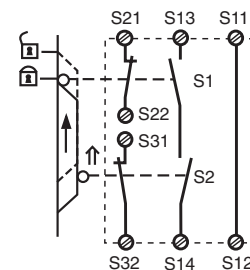

Fig. 7: Control de puerta protectora bicanal, rearme automático/Controllo bicinale riparo mobile, start automatico/Tweekanalige hekbewaking, automatische start
- Fig. 7: Rearme automático para el control de puerta protectora: El dispositivo está preparado para rearmarse con la puerta de protección abierta por medio del circuito de rearme S13-S14. Después de cerrarse los circuitos de entrada S11-S12, S21-S22 y S31-S32 se cerrarán los contactos de seguridad.
- Fig. 7: start automatico per controllo ripari mobili: Con riparo mobile aperto, il dispositivo è pronto per lo start attraverso il circuito di start S13-S14. Dopo la chiusura dei circuiti di ingresso S11-S12, S21-S22 e S31-S32 i contatti di sicurezza vengono chiusi.
- Fig. 7: Automatische start bij hekbewaking: Het apparaat is bij geopend hek via het startcircuit S13-S14 startklaar. Na sluiten van de ingangscircuits S11-S12, S21-S22 en S31-S32 worden de veiligheidscontacten gesloten.